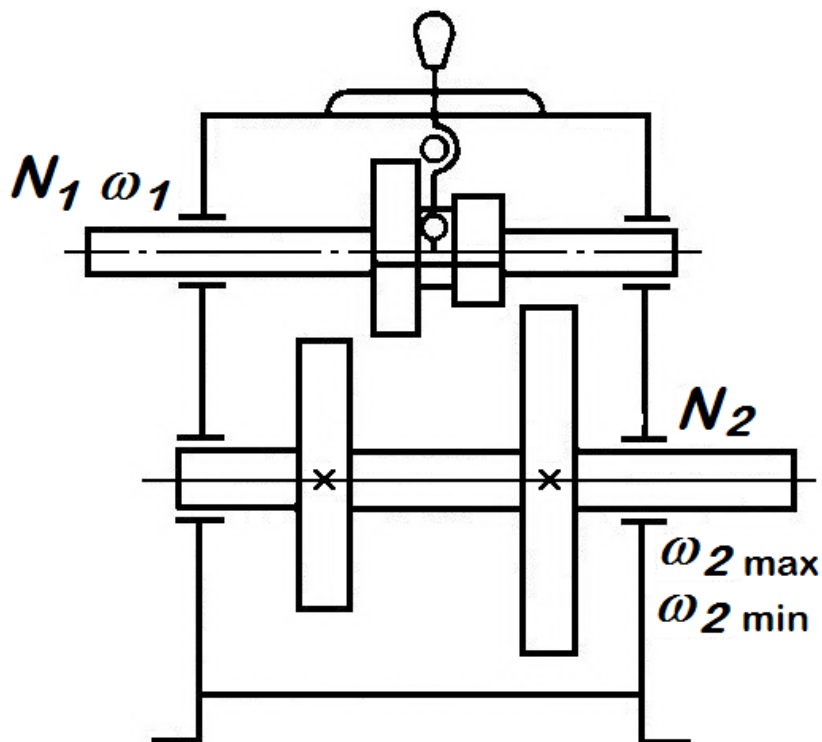

Рис. 7
3. Рассчитать зубчатые колеса коробки передач (рис. 7). Мощность на ведущем валу  $N_1$ , угловая скорость этого вала  $\omega_1$  и передаточные числа редуктора  $u_{\max}$  и  $u_{\min}$  приведены в табл. 6.
4. По данным предыдущей задачи 3 рассчитать выходной вал коробки передач (рис.7) и подобрать по ГОСТ 8338-75 подшипники качения. Расстояниями между подшипниками, а также между зубчатыми колесами и подшипниками задаться. Выходной вал коробки передач соединяется со следующим валом посредством зубчатой муфты. Привести рабочий эскиз вала (рис.4).